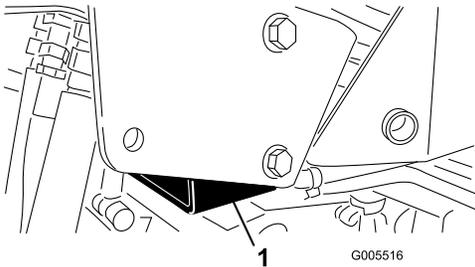

Figure 27
- Côté droit – sous l'appui de cric et adjacent au support du système antiretourneement (ROPS) (Figure 27)